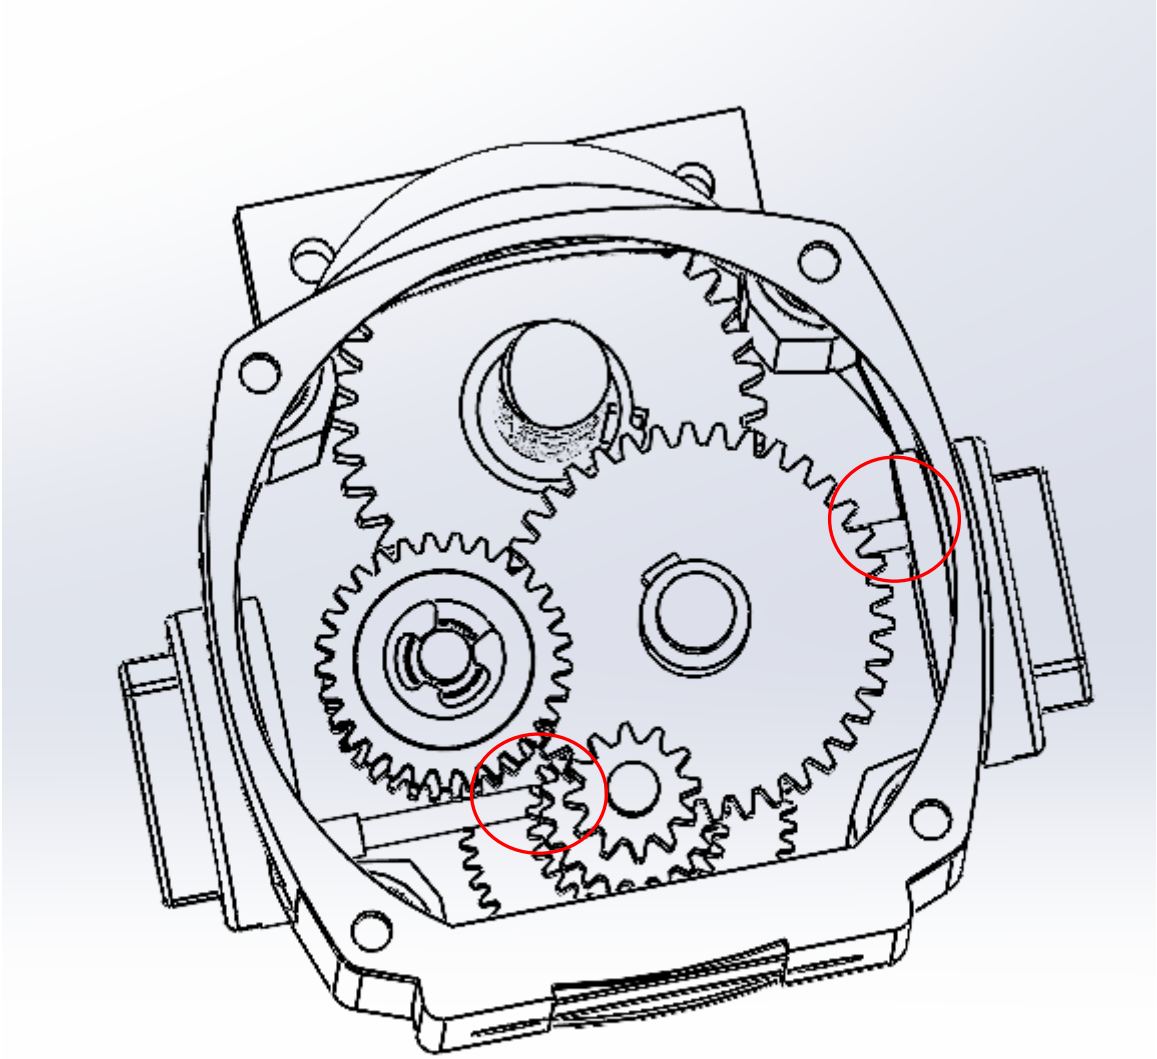

Figure 5.22
5.7.2 Topuzları deęiřtirin; bunları figure 5.22'de daire içinde gösterilen diřliler arasındaki yuvalara oturtmaya dikkat edin;